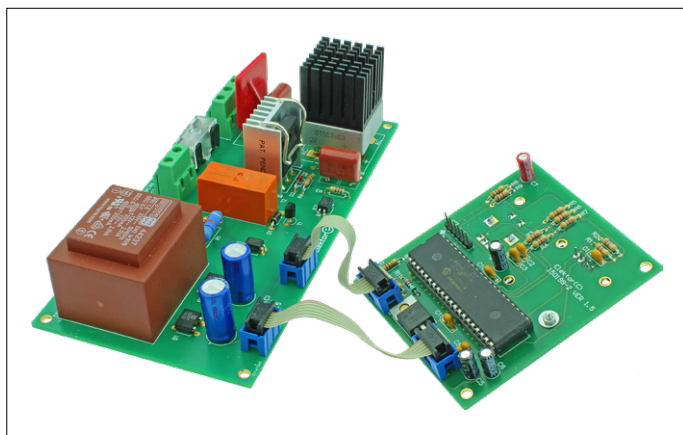

Bild 6. Die Controllerplatine und die Leistungselektronik sind mit zwei 6-poligen Flachbandkabeln verbunden.
- Verbinden Sie die Platinen mit den beiden 6-adrigen, mit passenden Scheidklemmverbindern ausgestatteten Flachbandkabeln (**Bild 6**).